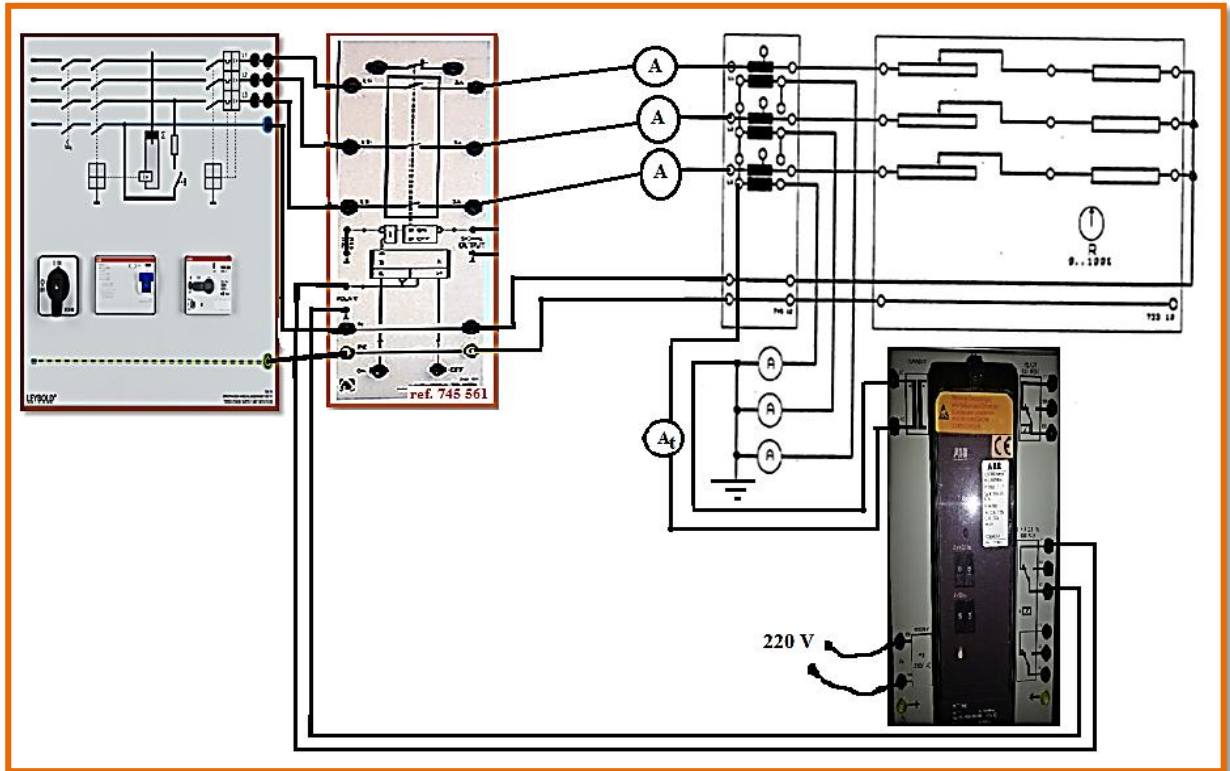

Figure.7.1. Circuit de mesure de la composante homopolaire
- ☞ Réaliser le montage de la figure 7.1